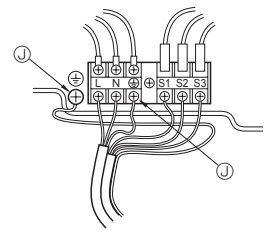

Fig. 6-2
6.1. Utendørsenhet (Fig. 6-1, Fig. 6-2)
- ① Fjern servicepanelet.
- ② Kople til kablene med henvisning til Fig. 6-1 og Fig. 6-2.